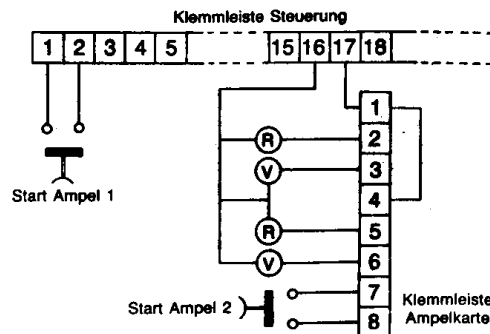

Abb. 4
4.C) Die Ampeln an die Klemmleiste der Karte "Ampel" anschliessen, wobei das Schema in Abb. 4 zu berücksichtigen ist.
4.D) Eine Taste des normalerweise geöffneten Typs an die Klemmen 1 und 2 der Klemmleiste der Steuerung (Abb. 4) anschliessen.
4.E) Eine weitere Taste des normalerweise geöffneten Typs an die Klemmen 7 und 8 der auf der Karte "Ampel" (Abb. 4) vorhandenen Klemmleiste anschliessen. Diese beiden Tasten starten Ampel 1 bzw. Ampel 2. Sollten beide Ampeln gleichzeitig gestartet werden, sieht das Programm selbst vor, entweder einen Einlass oder einen Auslass, je nach chronologischer Reihenfolge, auszuwählen.
4.F) Die Verbindungen der beiden Phasen der Anschluss-Spannung zwischen der Karte "Ampel" und der Klemmleiste der Steuerung (Abb. 4) vornehmen.